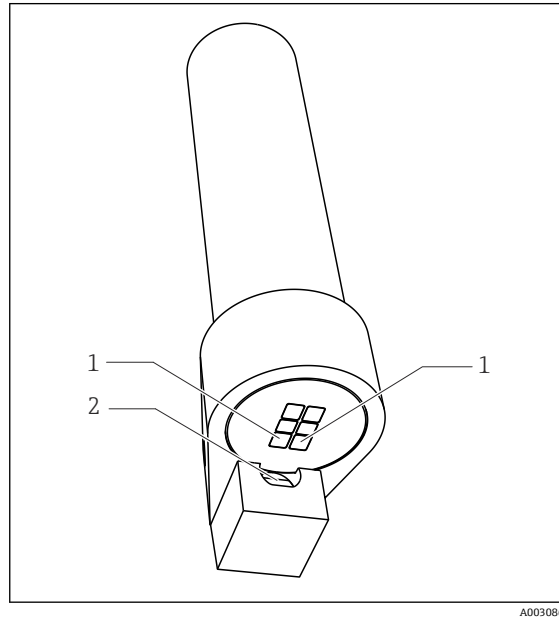

图 20 对准清洗单元
3. 安装清洗单元, 使得开口正好位于两个 LED 指示灯旁 (→ 图 20)。